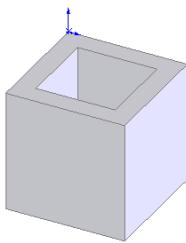

图 3-128 抽壳的图形
**06** 确认抽壳特征。单击“抽壳”属性管理器中的“确定”图标按钮 ，结果如图 3-128 所示。